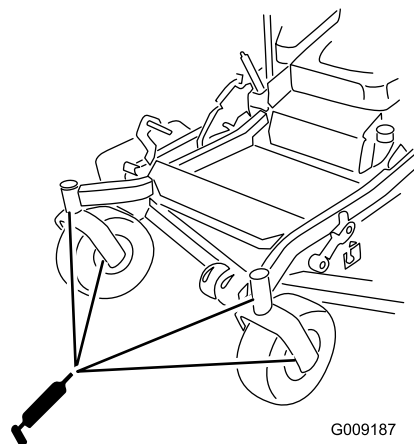

Figure 40
9. Sortez le graisseur de l'orifice. Remettez le bouchon hexagonal et le capuchon antipoussière en place (Figure 40).